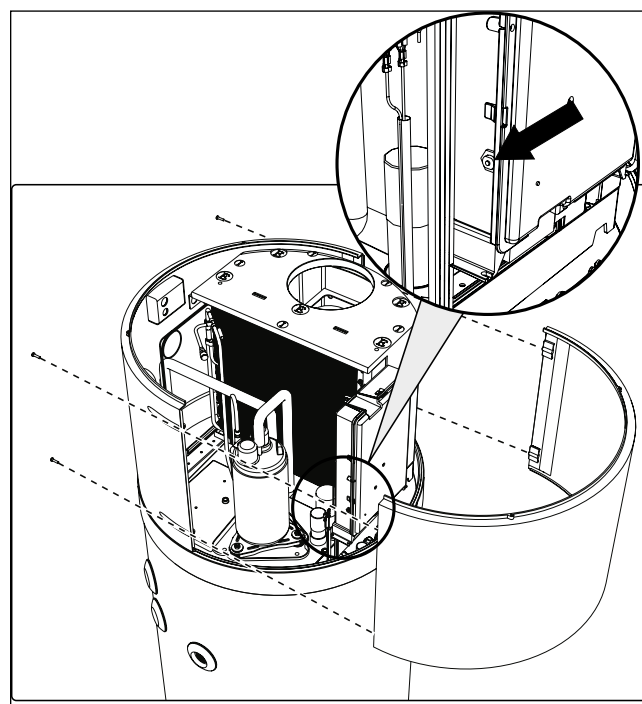

fig. 74- Remoção do painel frontal
- Remova o painel frontal e reponha manualmente o termóstato de segurança acionado (fig. 74). No caso de intervenção, o pino central do termóstato fica saliente aprox. 2 mm.